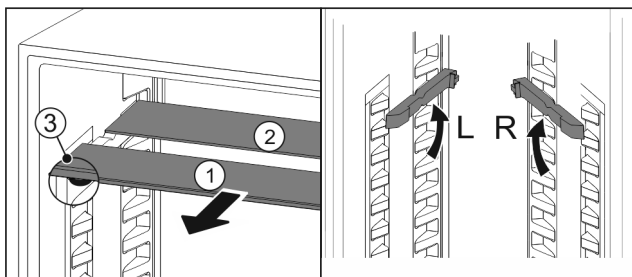

Fig. 153
- Sortir les tablettes par l'avant Fig. 153 (1).
- La tablette en verre Fig. 153 (1) avec bordure décorative est située à l'avant.
- Les butées Fig. 153 (3) sont orientées vers le bas. Appareil avec compartiment congélateur :*